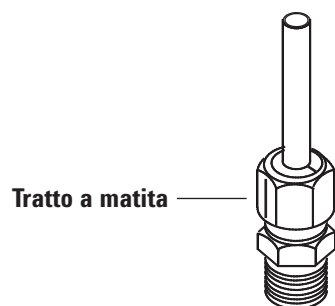

Figura 18. Contrassegno del raccordo
- 6 Contrassegnare il dado con un tratto a matita. Vedere Figura 18.